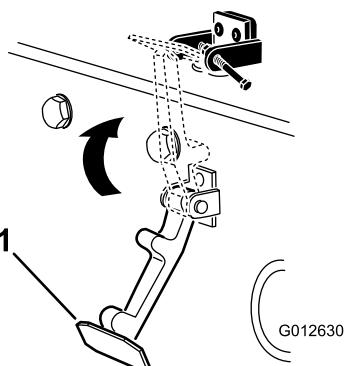

Figure 17
- Accrochez le loquet du capot sur son support (Figure 17).